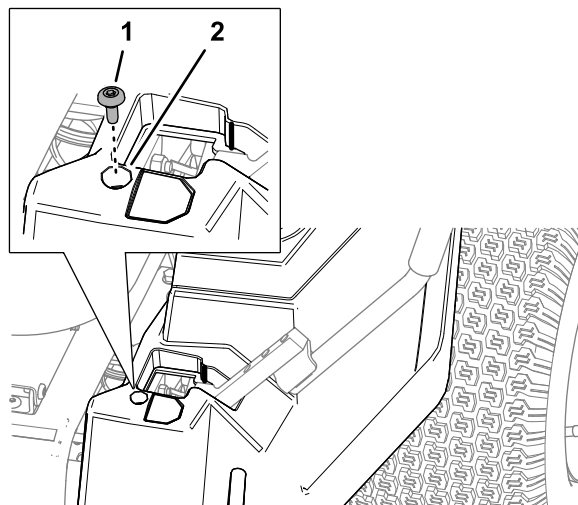

図 14
1. 左ポッドを期待に固定しているショルダねじ $\frac{1}{4} \times \frac{5}{16}$ " を外す 図 14。